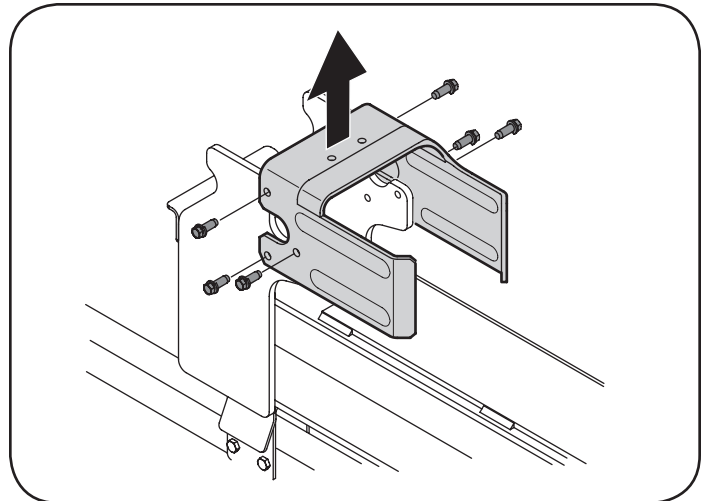

Figura 3-4
2. Desconecte el dislodger del rayo soldan el anaquel por quitando los seis tornillos de maleficio. Ver la Figura 3-4.